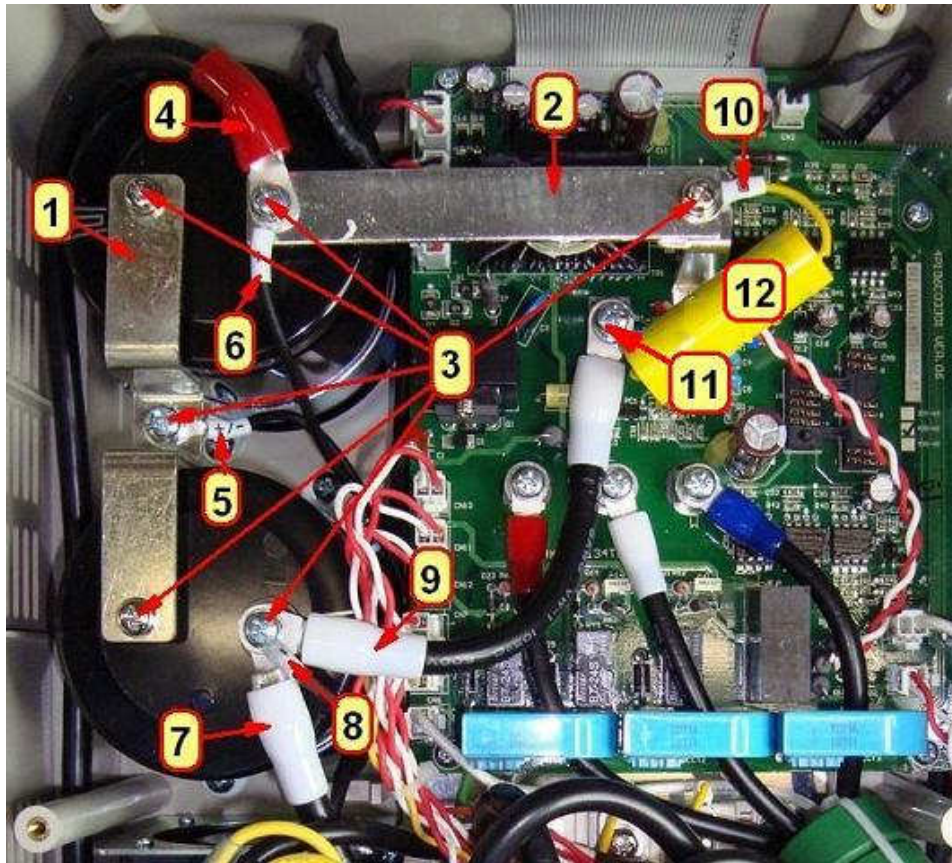

Рис.7.14
7.9.4. Установить шину 1, вкрутив два винта 3 (рис.7.14).
7.9.5. Установить шину 2, подключить наконечники проводов 4 и 6, вкрутив винт 3, но не затягивая его (рис.7.14).
7.9.6. Подключить наконечники проводов 5, 7, 8, 9, вкрутив 2 винта 3 (рис.7.14).
7.10.6. Установить на площадку N («-») платы драйверов втулку, закрепить наконечник провода 9 и вывод конденсатора С6 винтом 11 (рис.7.14).
7.10.7. Закрепить шину 2 и вывод 10 конденсатора С6 винтом 3 (рис. 7.14).
7.10.8. Затянуть винт 3 крепления шины 2 и наконечников проводов 4 и 6 к выводу «+» конденсатора С1 (рис. 7.14).